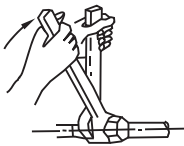

Fig.9-4
- Ponga el tubo de conexión en la posición correcta, apriete las tuercas primero con la mano y después con la llave. (vea la Fig.9-4)
- Saque el aire con una bomba de vacío (vea la Fig. 9-4). (Consulte el manual para la manipulación correcta de la válvula de distribución).